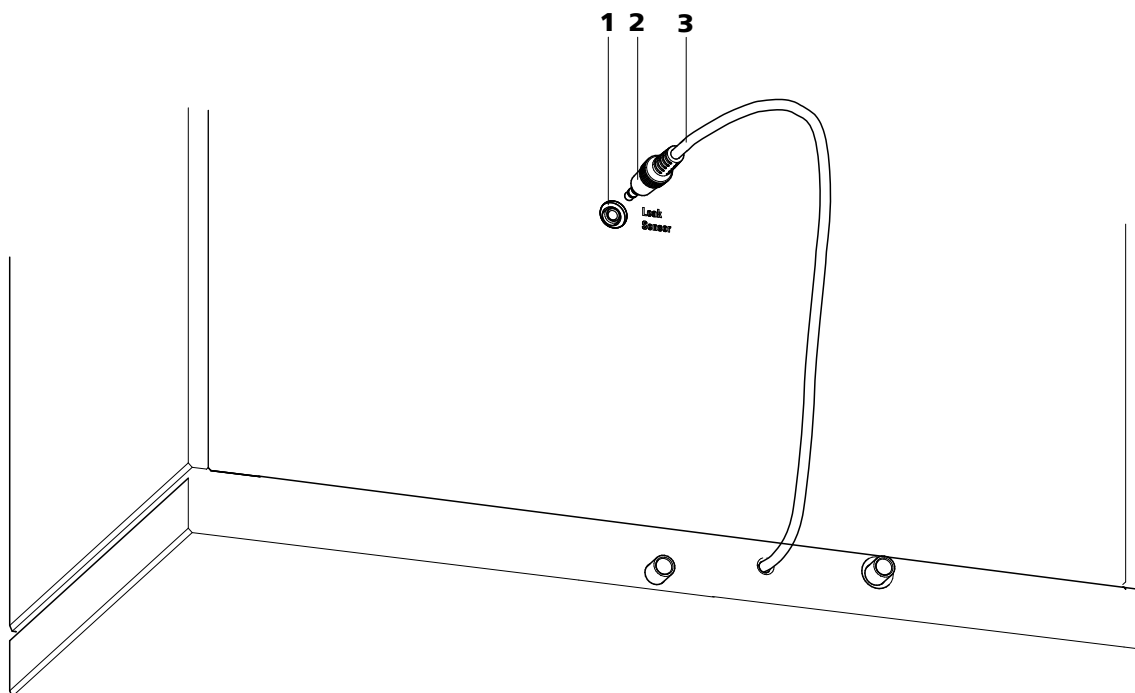

Abbildung 6 Anschluss des Lecksensors an der Geräterückseite
- 1 Lecksensor-Anschlussstecker (6-2) in die Lecksensor-Anschlussbuchse (6-1) auf der Geräterückseite (siehe Abbildung 6, Seite 21) einstecken.